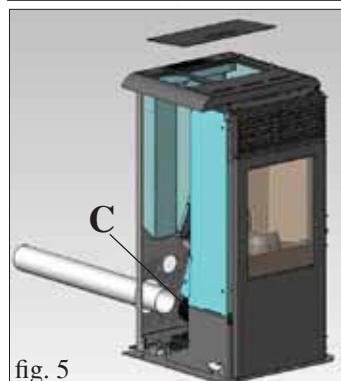

fig. 5
- Retirer la vis située sur le dessus (voir fig. 5 à la page 9)
Raccorder le tuyau de sortie des fumées (non fourni) de l'arrière au raccord du limaçon des fumées (c - fig. 5) au moyen du collier fourni.
Dans ce cas, il suffit de faire passer le tuyau de sortie des fumées (non fourni) à travers le trou présent dans la partie inférieure du dos en tôle (fig.5).